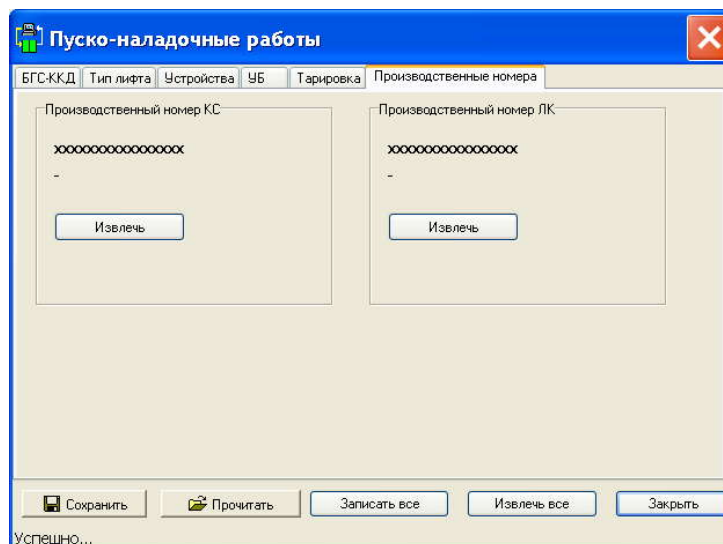

Рисунок 28 – Вкладка "Производственные номера"
- В главном меню программы выбрать пункт **Окно | Пуско-наладка**. В появившемся окне перейти на вкладку **Сериальные номера** (Рисунок 28).